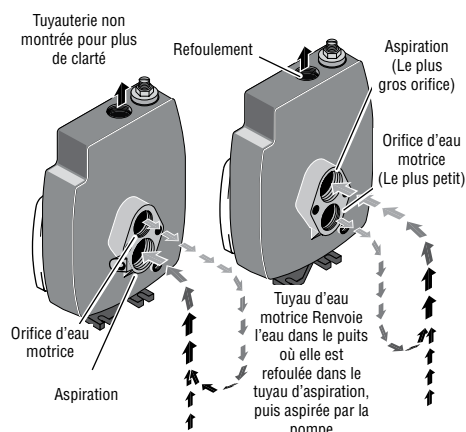
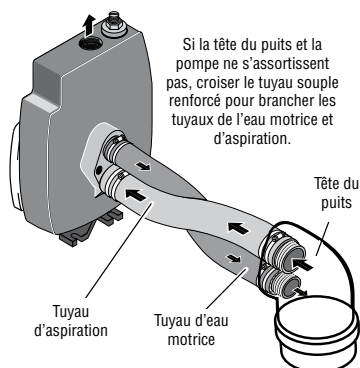

Figure 2 : Fonctions d'eau motrice et d'aspiration
Figure 3 : Branchement inversé dans le puits
3. Si l'ancienne pompe comporte un tuyau d'aspiration (le plus grand orifice — voir la Figure 2) sous l'orifice de pression, un tuyau souple devra être branché entre la tête du puits et la pompe pour que le branchement soit fait comme il faut. (Voir la Figure 3.)